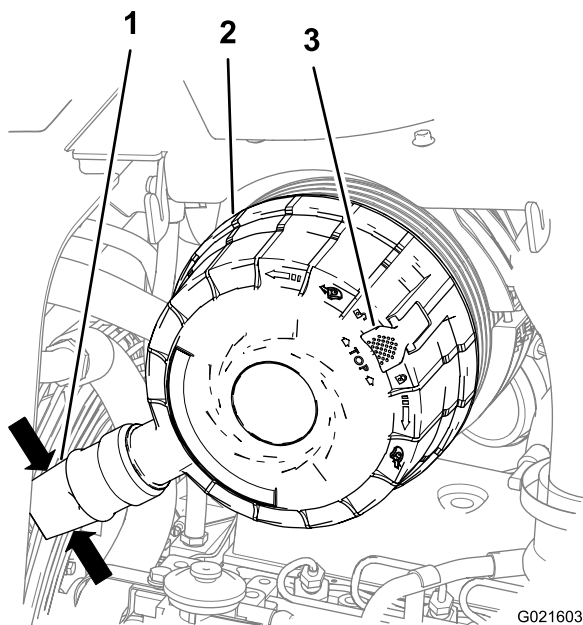

Bild 46
Drücken Sie die Seiten des Staubventils zusammen, um Wasser-, Staub- oder Schmutzansammlungen vom Ventil zu entfernen (Bild 46).
2. Ziehen Sie den Riegel für die Luftfilterabdeckung nach außen (Bild 46).
3. Drehen Sie die Luftfilterabdeckung nach rechts, sodass die Staubkappe auf 8 Uhr steht (Bild 46).
4. Drücken Sie die Riegel für die Luftfilterabdeckung nach innen, bis die Abdeckung fest sitzt (Bild 46).